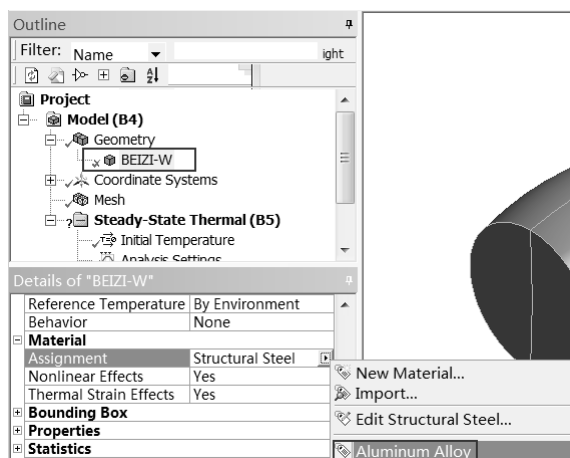

图 15-14 修改材料属性
Step2：选择 Mechanical 界面左侧 Outline(分析树)中 Geometry 选项下的 BEIZI-W，此时即可在 Details of “BEIZI-W”（参数列表）中给模型添加材料，如图 15-14 所示。